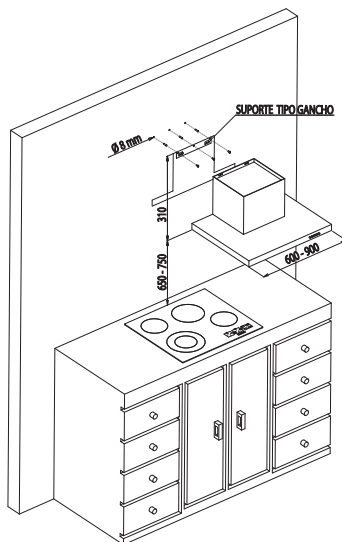

Fig. 16
- Marque a distância/altura entre o cooktop ou fogão e o nível inferior da coifa, dependendo do modelo conforme Fig.16, 17, 18 e 19.
- Fixe o gabarito [acompanha o produto] na parede de acordo com a linha central vertical e a parte inferior da coifa, marque as posições dos furos. Fure as posições marcadas com uma broca de Ø8 mm e fixe o suporte tipo gancho usando as buchas e parafusos que acompanham o produto [Fig.16, 17, 18 e 19].